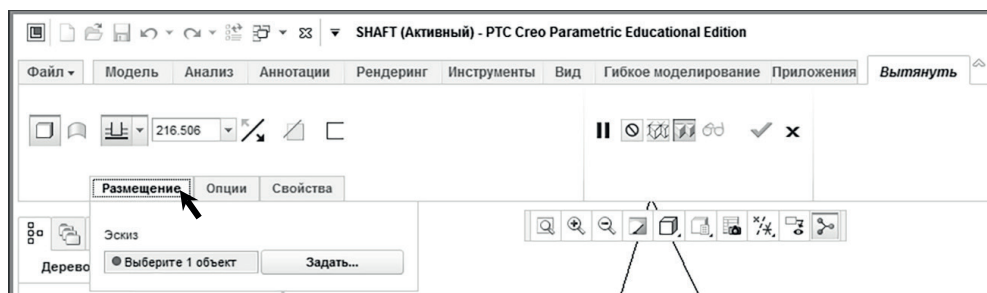

Рис. 1.6. Диалоговая панель *Вытянуть*
**нуть** (кнопка  находится в панели *Формы* вкладки *Модель* ленты PTC Creo Parametric). Команда **Вытянуть** открывает диалоговую панель *Вытянуть* — рис. 1.6. Откройте вкладку *Размещение* в диалоговой панели *Вытянуть* (на рис. 1.6 показана стрелкой).